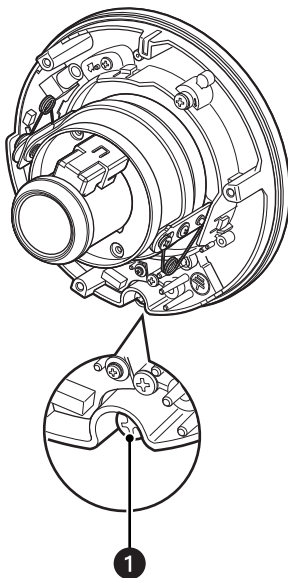

Рис. 30. Затяжка болта крепления камеры
2. Закрепите камеру на креплении камеры винтом для крепления камеры (красного цвета). См. рис. 30. Рекомендуемый момент затяжки составляет 0,78 Н м (0,58 фунт-силы фут).